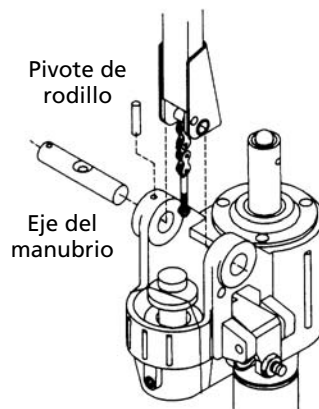

Figura 2 – Ensamblaje del manubrio
- Retire del cuerpo de la bomba el pivote de rodillo y el eje del manubrio (vea la Figura 2).